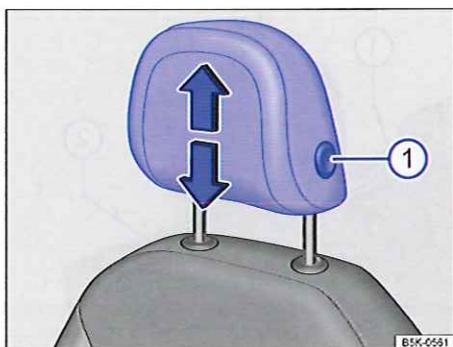

Fig. 48 Réglage de l'appuie-tête avant.
- Déplacez l'appuie-tête dans le sens de la flèche, vers le haut ou vers le bas, en maintenant la touche  $\Rightarrow$  fig. 48 ① enfoncée  $\Rightarrow$  .